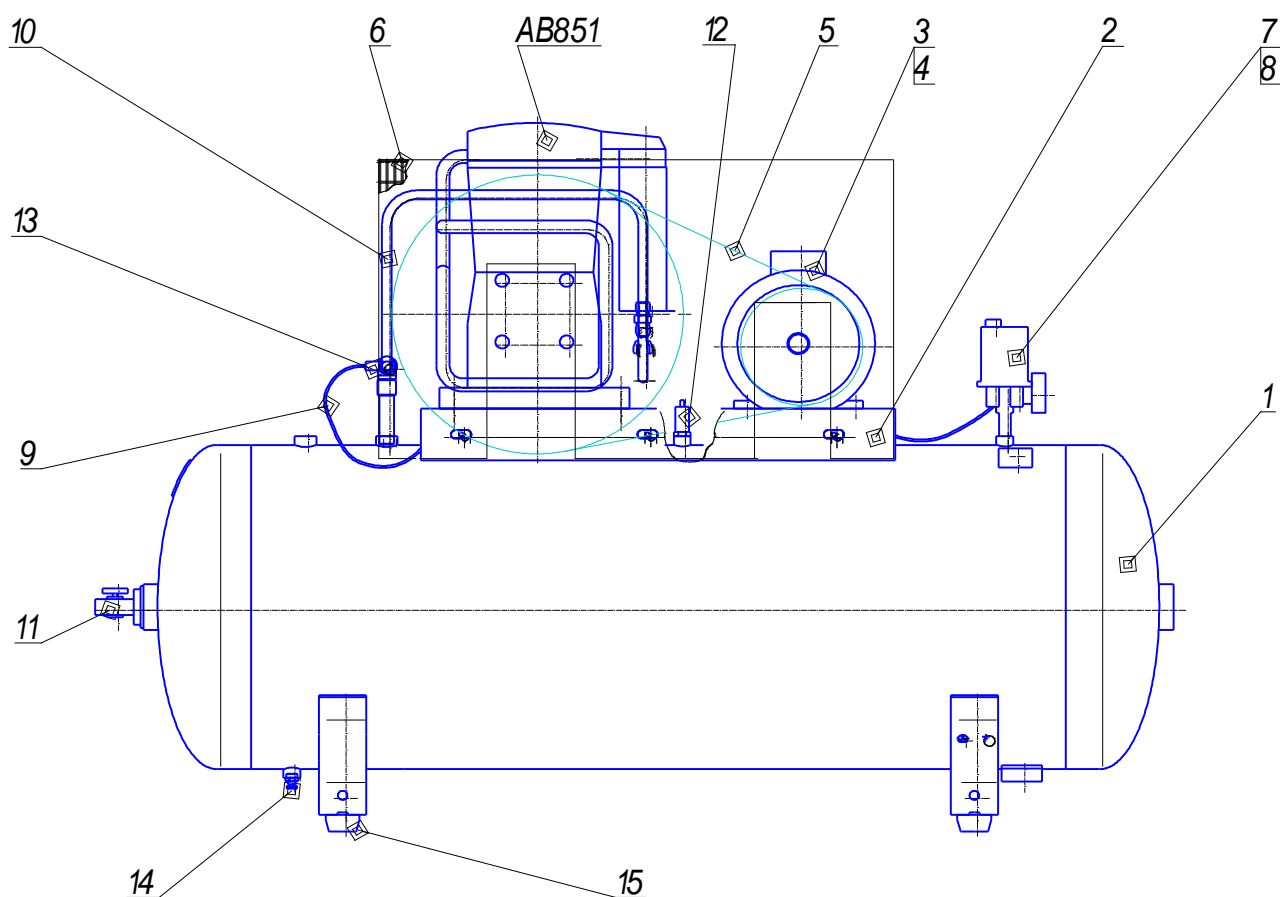

Рис. 1
2.8. Общий вид компрессора представлен на рис. 1, 2 схема электрическая принципиальная - на рис. 3, 4.
Примечание: комплект амортизаторов (поз. 15, см. рис. 1,2) и детали их крепления упакованы отдельно.
5.1. Компрессор (рис. 1, 2) состоит из следующих основных сборочных единиц и деталей: блока поршневого АВ851, ресивера (воздухосборника) 1, платформы 2, электродвигателя 3 со шкивом 4, клиновых ремней 5, защитного ограждения 6, прессостата 7, манометра 8, воздухопровода сброса давления 9, нагнетательного воздухопровода 10, крана 11, клапана предохранительного 12, клапана обратного 13, крана слива конденсата 14, колес и амортизаторов 15.